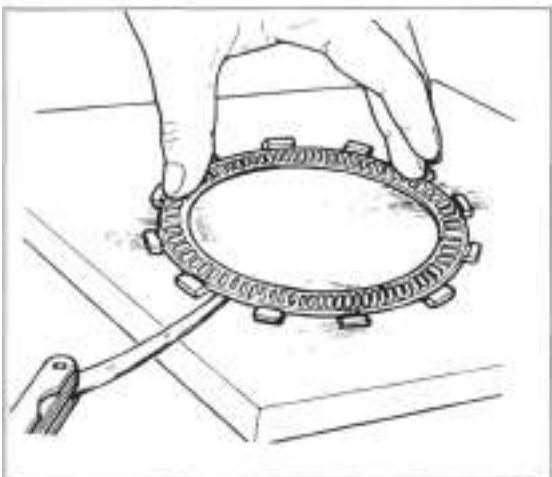

Bild 110
- Reib- und Stahlscheiben auf Richtplatte mit Fühlerlehre auf Verzug prüfen (Bild 110). Verschleißgrenze: 0,20 mm.